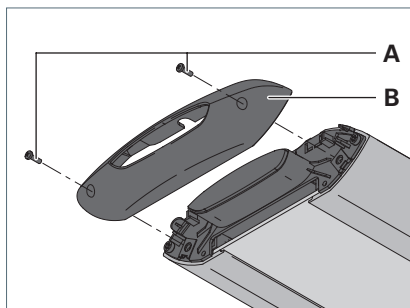

Fig. 17: Apertura dell'apparecchio d'illuminazione.
- Allentare le viti **A** su un elemento laterale dell'apparecchio d'illuminazione, vedi Fig. 17.